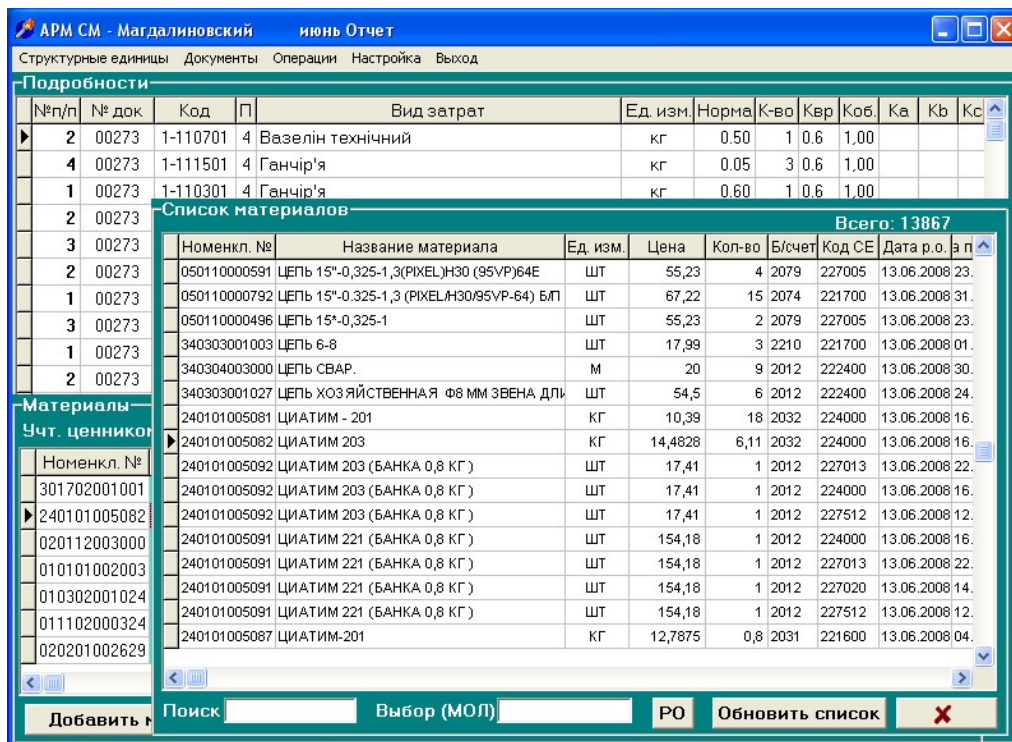

Рис.6.17
**Список материалов (Номенклатурный справочник SAP)** Рис.6.17;
- нажмите клавишу **Добавить материалы**. При этом появится вспомогательная таблица **Список материалов** (Рис.6.17).